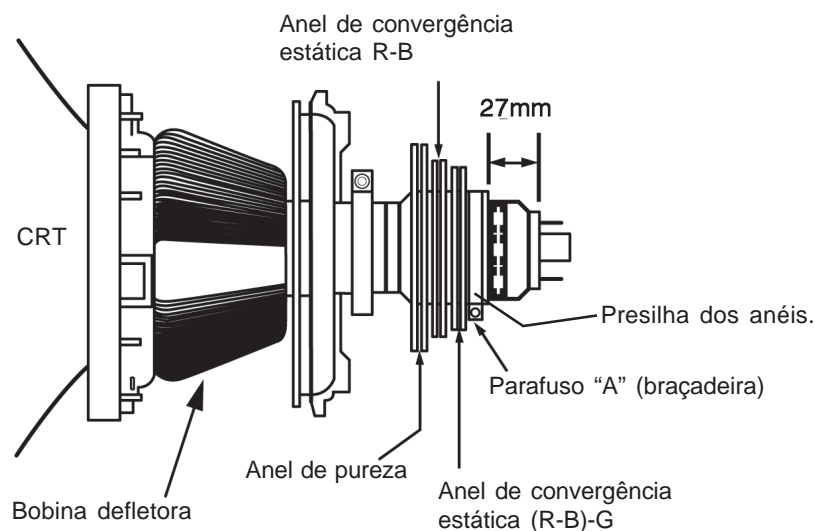

Fig.11
7. Solte o parafuso "A" da braçadeira (Fig. 11) e puxe-o para trás, para a posição mais próxima possível dos magnetos.
11. Aperte o parafuso de braçadeira (Fig.11).